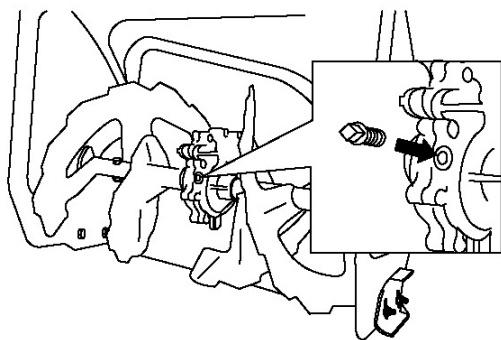

Рисунок 39.
2. Очистите поверхность вокруг заливного отверстия (Рис. 39).